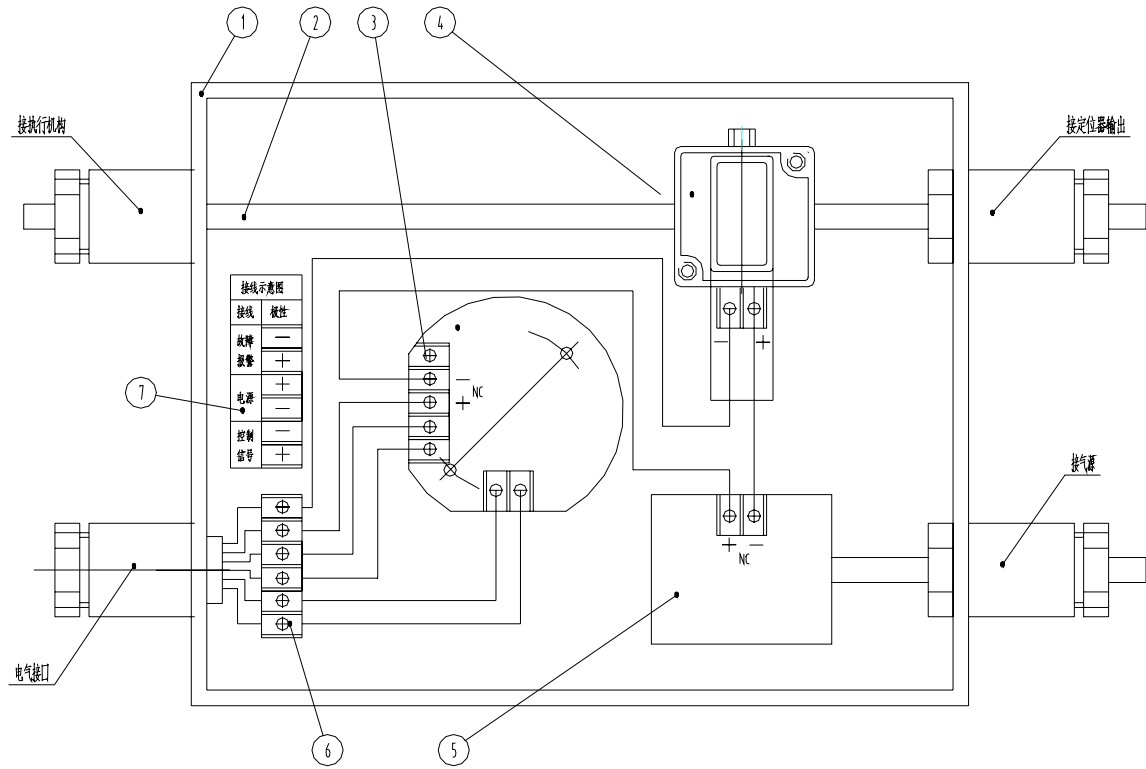

图 2
- 2、接故障报警装置时，取消故障报警端短接，将故障报警装置串接于故障报警接线端(如图 2 所示)。注意故障报警装置的工作电压与回路控制电压一致（本批为 24 V DC）。